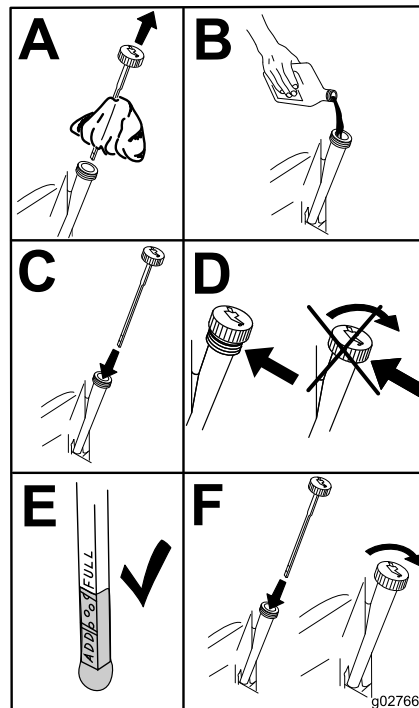

Figura 42
5. Vierta lentamente un 80% aproximadamente del aceite especificado por el tubo de llenado, luego añada lentamente el resto del aceite hasta que llegue a la marca de **Lleno** (Figura 42).